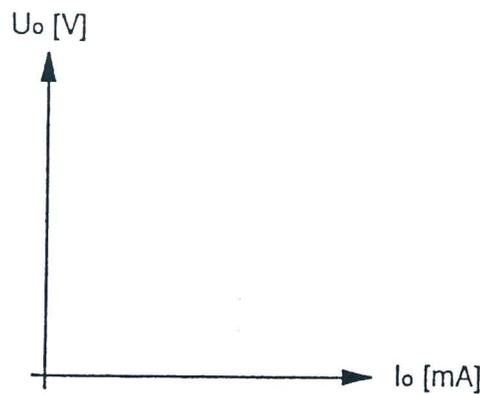

Fig. 9.3
13. Trazar en la Fig. 9.3 el gráfico del voltaje de salida en función de la corriente de carga  $U_o = f(I_o)$ ;